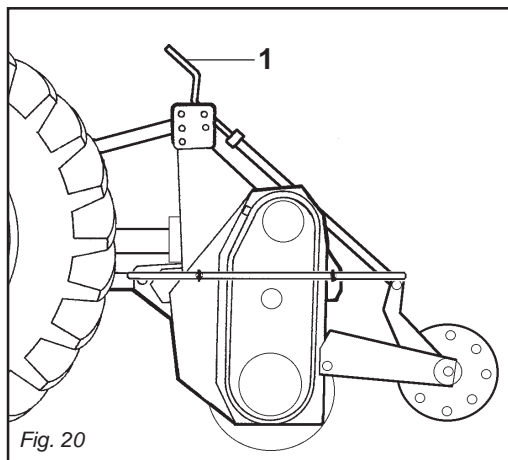

Fig. 20
**Machine with roller:** to adjust working depth on this type of machine is adjusted either the center crank (1 Fig. 20).
**Maschine mit Walzen:** die Tiefeneinstellung bei diesen Maschinen erfolgt über den zentralen Handgriff (1 Abb. 20).
**Machine avec rouleau:** pour le régler de la profondeur sur ces machines s'effectue avec la manivelle centrale (1 Fig. 20).
**Máquinas con rodillo:** el ajuste de la profundidad en estas máquinas se efectúa por medio de la manivela central (1 Fig. 20).